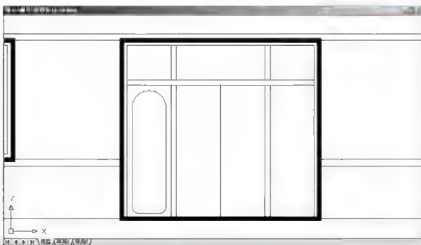

图 4.38 绘制门扇的分隔线
(8) 用【直线】命令绘制中间门扇的分隔线，如图 4.38 所示。